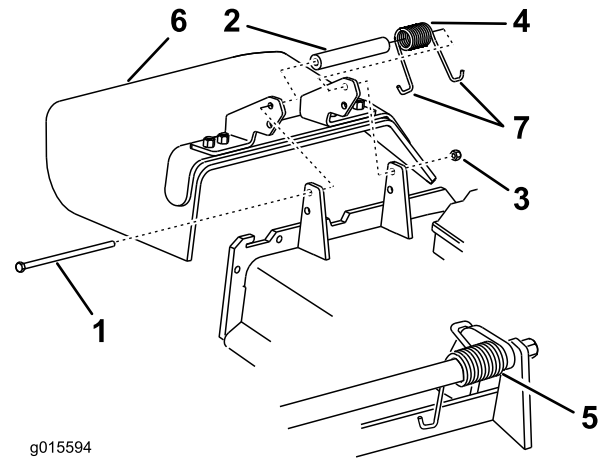

Figure 101
**Remarque:** Prenez soin de placer une extrémité en **J** du ressort derrière le bord du tablier avant de mettre le boulon en place, comme illustré à la Figure 101.
3. Remettez le boulon et l'écrou. Accrochez l'extrémité en **J** du ressort au déflecteur d'herbe (Figure 101).
1. Retirez le contre-écrou, le boulon, le ressort et l'entretoise qui fixent le déflecteur aux supports de pivot (Figure 101). Enlevez le déflecteur s'il est endommagé ou usé.